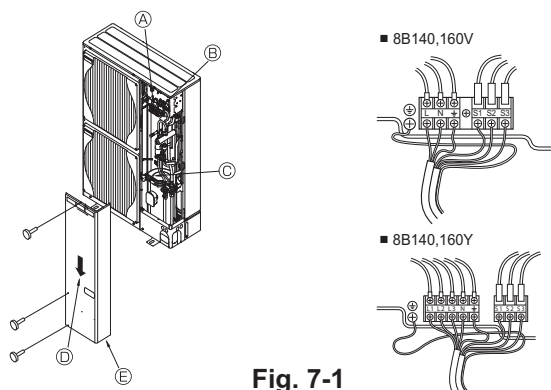

Fig. 7-1
### 7.1. Unidade exterior (Fig. 7-1)
- ① Remova o painel de manutenção.
- ② Ligue os cabos consultando a Fig. 7-1.